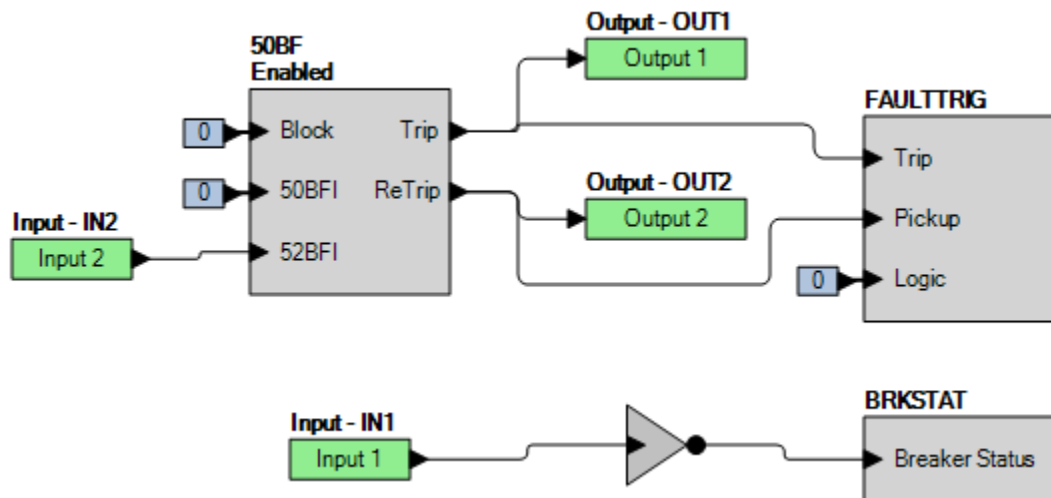

Figura 64-1. Ajustes de BESTlogicPlus (Inicio de contacto de BFI52)
Paso 2: Utilice BESTCOMSPius para configurar la Lógica programable de BESTlogicPlus, como se muestra en la Figura 64-1.